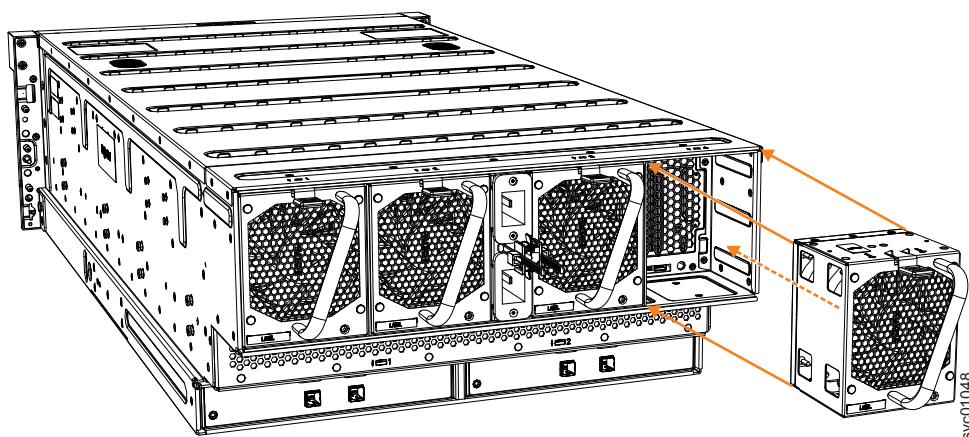

Рисунок 102. Замена модуля вентиляции
2. Осторожно вставьте модуль вентиляции в шасси до щелчка (см. рис. 102).